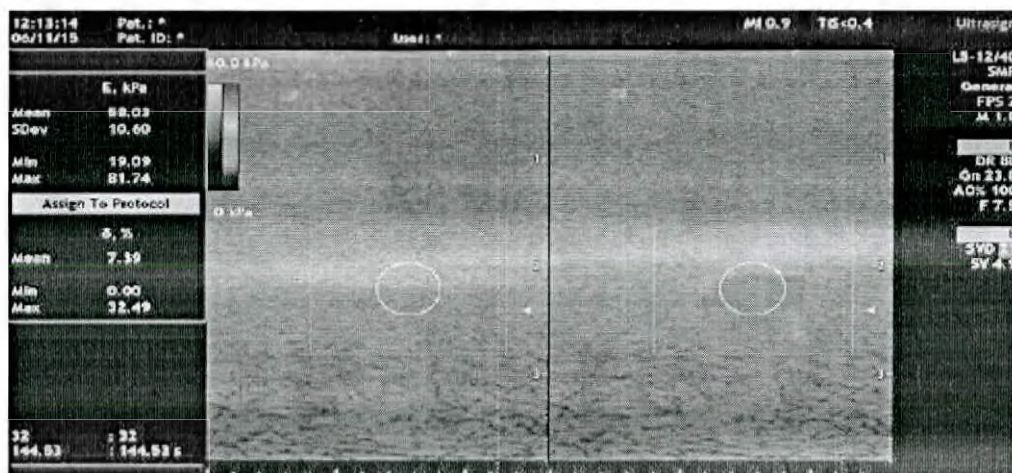

Рисунок 3.11
- индикация измерений жесткости E или одновременно индикация измерений жесткости E и относительной ошибки измерения $\delta E/\delta$ / $E+\delta$ (предустановленное значение E/ δ), управляется энкодером A2 – вторая страница меню, см. рисунок 3.11;